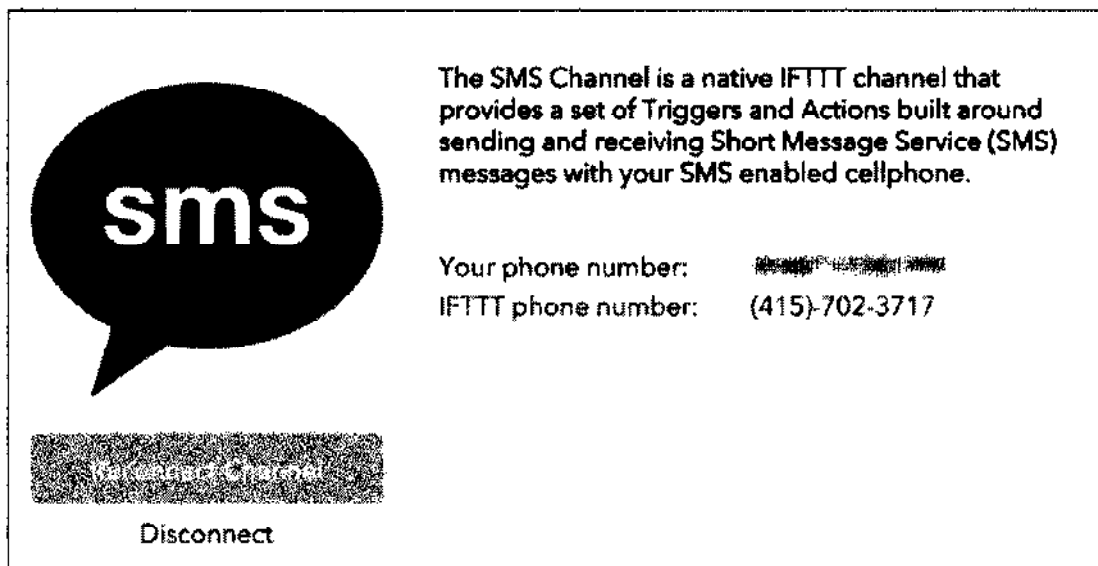

Рис. 7.15. Подключение сервиса SMS к учетной записи IFTTT
1. Первый шаг заключается в подключении сервиса SMS к вашей учетной записи IFTTT. Это очень просто — нужно лишь ввести ваш телефонный номер⁴ (рис. 7.15).